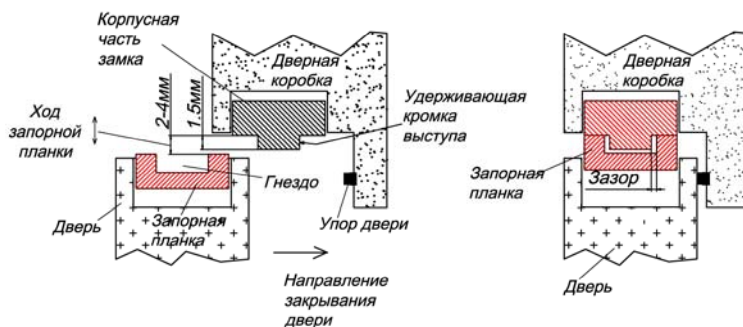

Рис.7
5.5 В закрытом положении двери между рабочими кромками на удерживающем выступе и в гнезде должен сохраняться гарантированный ЗАЗОР. При этом подвижная пластина якоря не должна защемляться из-за влияния уплотнения двери, деформации дверного полотна, неточной навески петель и других факторов создающих «отдачу» двери при закрывании (Рис.7).